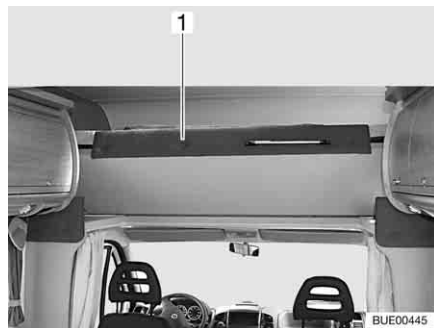

Bild 96 Alkovenbett, nach oben geklappt
- Alkovenbett (Bild 96,1) vorn nach oben klappen. Das Alkovenbett wird von Gasdruck-Federn in der oberen Stellung gehalten.